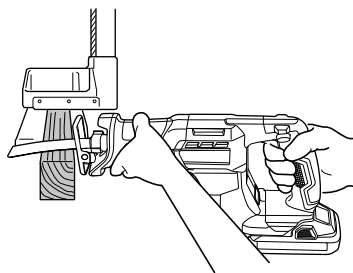

图 25
- 切锯木料时，在开始操作前务必先牢牢固定工件。(图 25)